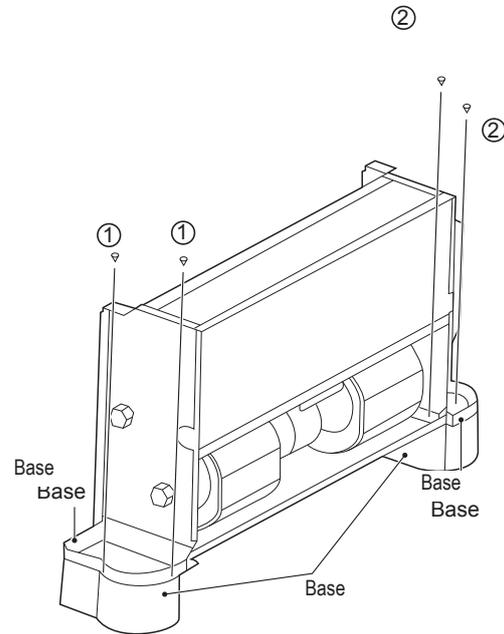

Figura 5-3
As bases mostradas na Figura 5-3 são opcionais. Pode comprá-las separadamente e instalá-las da seguinte forma:
2. Coloque os orifícios de montagem da base da unidade no pino de localização da base correspondente e instale os parafusos 1 \*2 e 2 \*2 para fixar a base de acordo com a Figura 5-3.